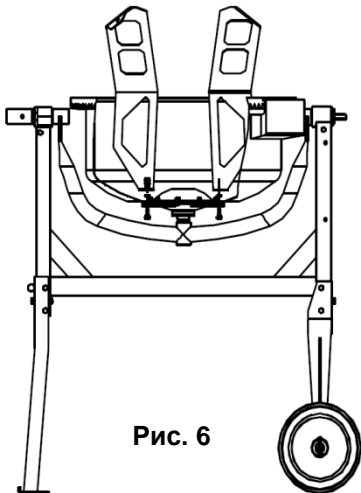

Рис. 6
- Установите лопасти в нижний барабан бетономешалки, закрепив их положение в нижней части болтами М8х20 (См. Рис.6).